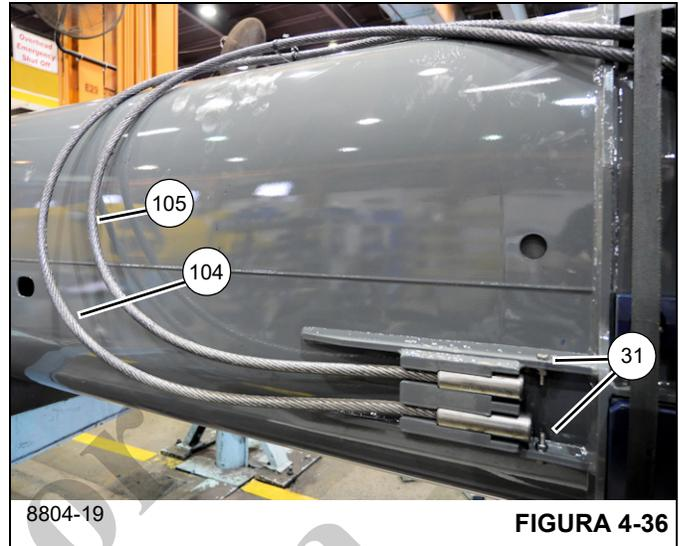

FIGURA 4-36
- 90. Retire cuatro pernos (31) que fijan los extremos de anclaje de los cables de extensión de la sección telescópica 4 (2x-104, 2x-105) a los costados de la sección telescópica 4 (5), luego quite los extremos de anclaje de los cuatro cables de extensión de la sección telescópica 4 (2x-104, 2x-105) de la parte trasera de la sección telescópica 4 (5) (lados izquierdo y derecho) (vea la Figura 4-36).